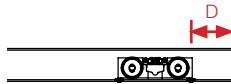

Abb. 2: Fahrwagen in Montage-/ Demontageposition
- I. Legen Sie die Stelle für die Montage/Demontage des Hubmotors fest. HINWEIS! Der Abstand D (Abb. 2) vom Schienenende zum Fahrwagen hängt vom verwendeten Endstopper ab, siehe Tabelle 1.
- 2) Prüfen Sie das Ein- und Ausfedern der Ladeplatte, indem Sie diese zusammendrücken, siehe Abb. 2.